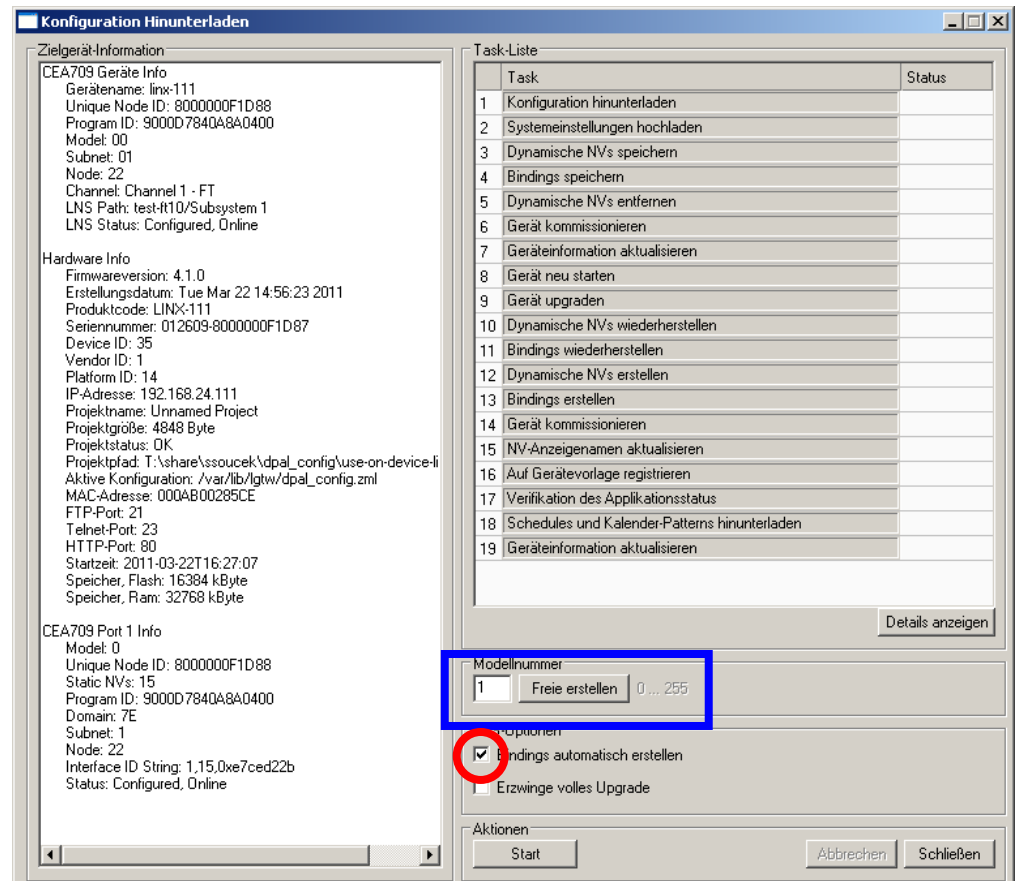

Abbildung 111: Dialog zum Hinunterladen der Konfiguration
2. Sollen keine Bindings erzeugt werden, deaktivieren Sie das Häkchen **Bindings automatisch erstellen**, das in Abbildung 111 rot umrahmt ist.
3. Wurde das statische Interface geändert, muss eine neue Modellnummer ausgewählt werden. Dies ist notwendig, wenn sich das statische Interface des Geräts am CEA-709-Netzwerk ändert. Der Configurator selektiert automatisch einen brauchbaren Wert, welcher im Feld **Modellnummer** durch einen eigenen Wert ersetzt werden kann. Das Feld ist durch ein blaues Rechteck in Abbildung 111 markiert.